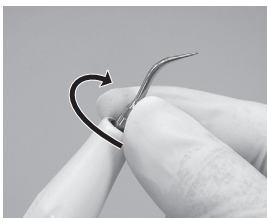

Fig. 13
- 1) Gire suavemente la punta con la mano e instálela (Fig. 13).